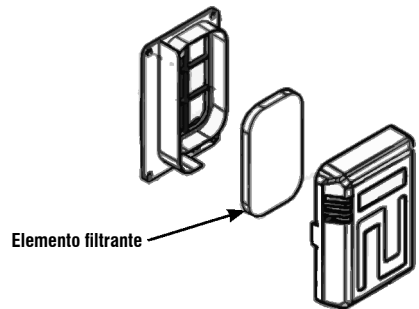

Fig. 22 – Elemento filtrante
- b. Retire o elemento filtrante (fig. 22). Se o elemento filtrante estiver sujo, lave-o com água e detergente neutro;